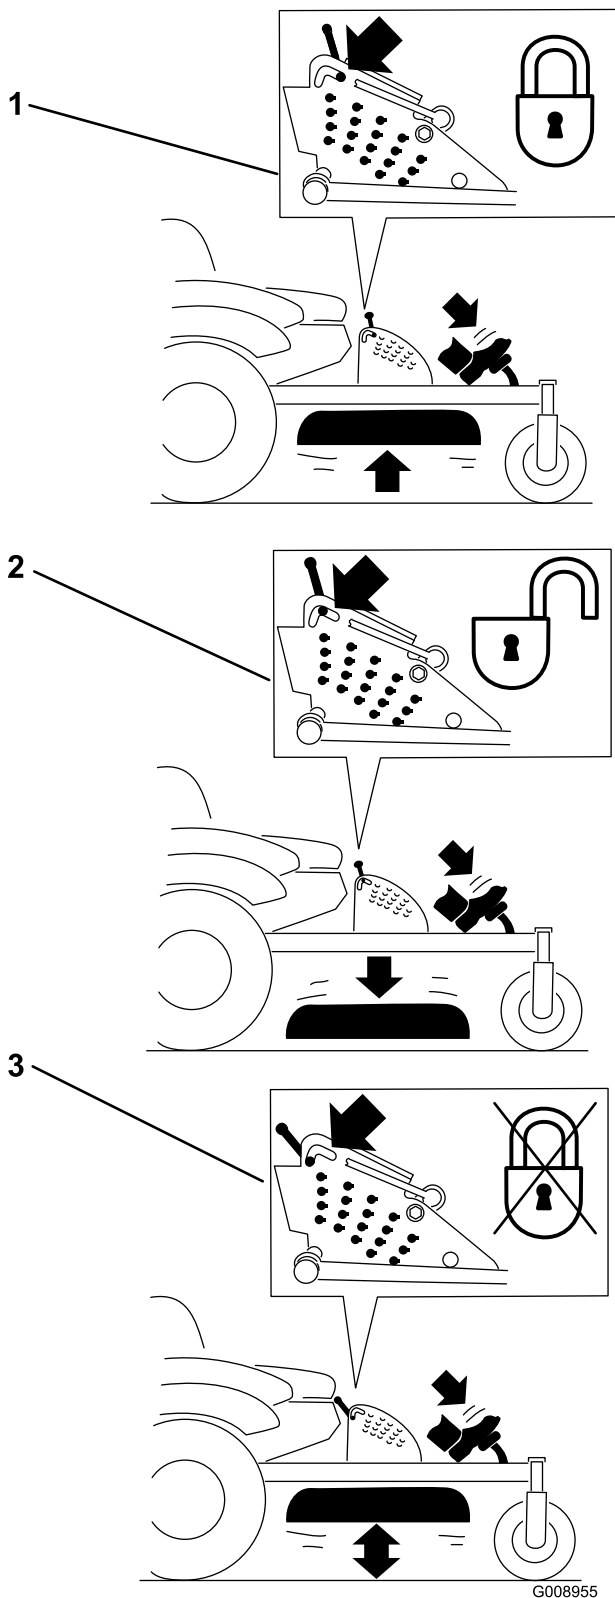

**Figura 25**
2. Para ir hacia atrás, tire lentamente de las palancas de control de movimiento hacia atrás (Figura 25).